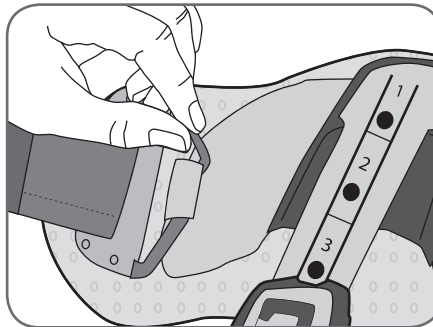

Abbildung 9-17: Einhaken der neuen Silikon-Einlage in die Oberschenkel-FS-Manschette
7. Haken Sie die neuen Silikon-Einlagen vorsichtig in die Oberschenkel-FS-Manschette ein (siehe Abbildung 9-17).